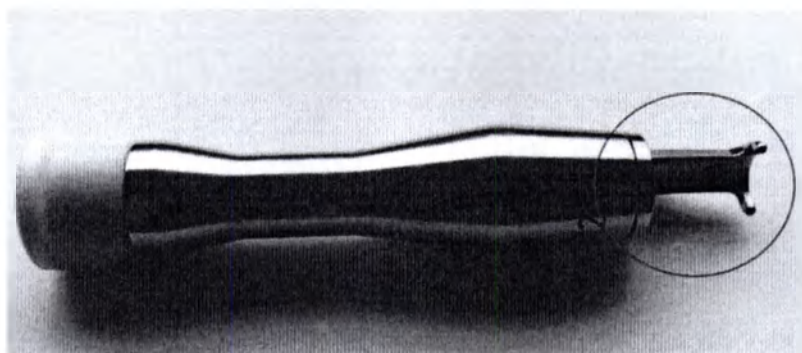

Рис. 3.20 – Упор-фиксатор положения
3.4.1.4 Дезинфекции подлежат наружные поверхности манипулятора и упор-фиксатор положения, контактирующий с кожей пациента, который можно отсоединить от манипулятора (выделен красным цветом на рис. 3.20).